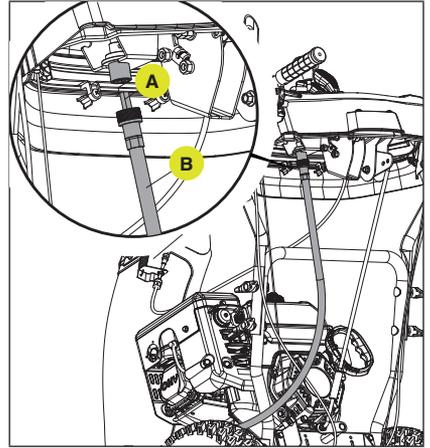

Figure 7
Localisez le câble épais de la goulotte (A) attaché à la poignée inférieure et raccordé sous le panneau. Veillez à ce que ce câble soit acheminé sous la poignée inférieure, comme illustré, avant d'être assemblé au panneau de commande. Alignez le centre, insérez, puis serrez le capuchon (B) dans le sens des aiguilles d'une montre jusqu'à ce qu'il soit bien serré (Fig. 7)